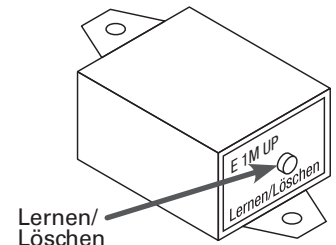

Abb.7 / E 1M UP
- Die **Lernen/Löschen-Taste** (Abb.7) des Empfängers muss **ca. 10 Sek.** gedrückt werden. Als Bestätigung folgt ein **dauerhafter** Signalton, der erst nach Loslassen der Taste endet.
- Drücken Sie nun kurz die **Lernen/Löschen-Taste** (Abb.7) am Empfänger; es ertönt ein **gleichmäßiger** Signalton.